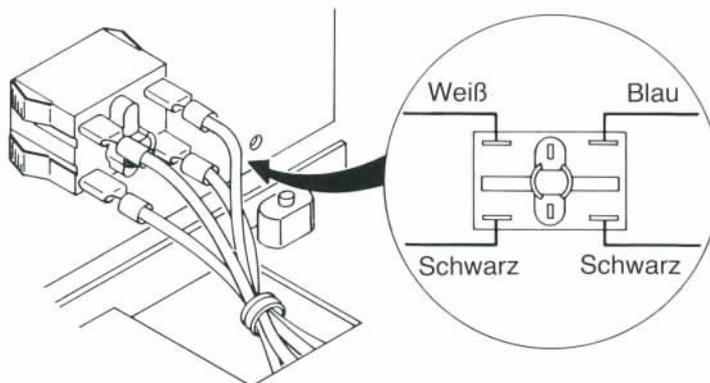

Abb. 3.11 Anschlußdiagramm für die Kabel der „EIN/AUS“-Taste
- g) Die 4 Steckkabel in die Anschlußbuchsen der „EIN/AUS“-Taste stecken; dabei nach dem Anschlußdiagramm in Abb. 3.11 vorgehen. **Überprüfen, ob die Kabel an die richtigen Anschlußbuchsen angeschlossen sind und die Stecker fest in den Buchsen sitzen.**